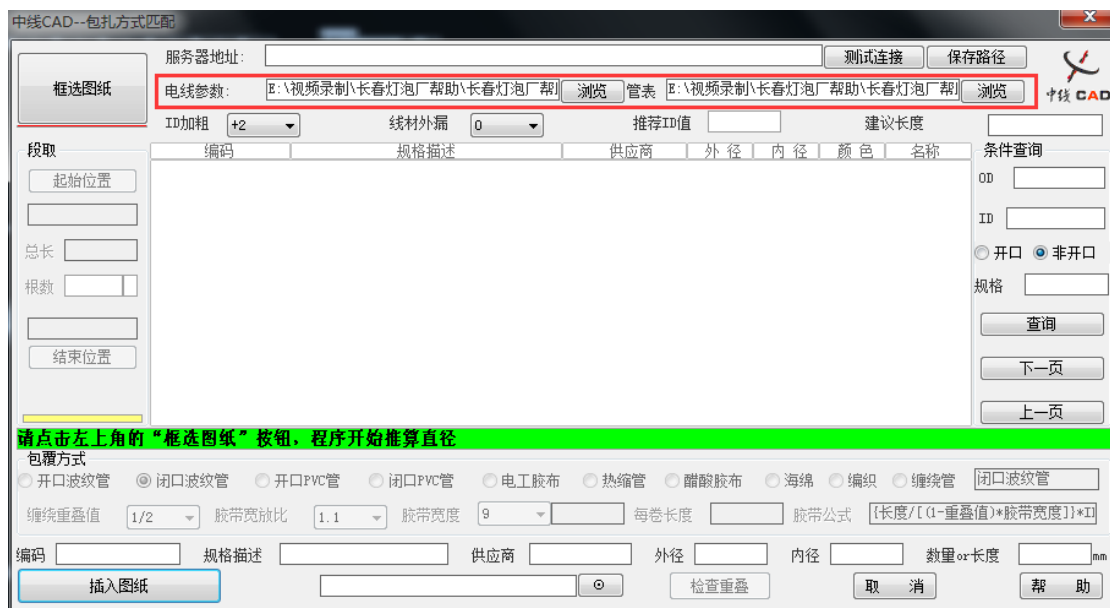

图 1-21
1. 在命令行运行 PGC 后，程序自动弹出【中线 CAD-包扎方式匹配】对话框，设置【电线参数】和【管表】的路径，如图 1-21 所示；